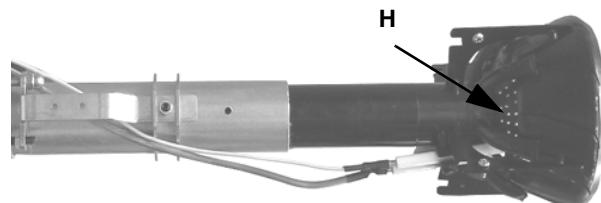

Fig. 60
- 4 Scoateti conectorul **CR** (Fig. 60).
Pentru a demonta capul , operatorul trebuie sa-l traga spre el . Odata demontat capul de ardere , se verifica orificiile de aer si gaz daca nu sunt astupate (Fig. 60 - **H**). Curatati capul de ardere prin suflarea cu un jet de aer sub presiune, iar in cazul scalei , prin frecare cu o periuta .